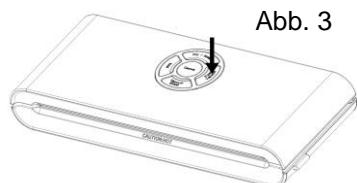

Abb. 3
4. Drücken Sie die Taste „PULSE VACUUM“ (oberhalb der Absaugöffnung) (Abb. 3). Kontrollieren Sie die Dichtigkeit zwischen dem Deckel des Behälters und dem